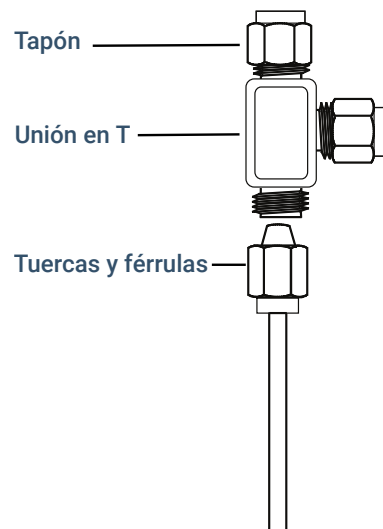

Figura 21. Unión en T Swagelok
1. Corte la tubería por el lugar donde desea colocar la unión en T. Conecte la tubería y la unión en T con una conexión Swagelok. Consulte la **Figura 21**.